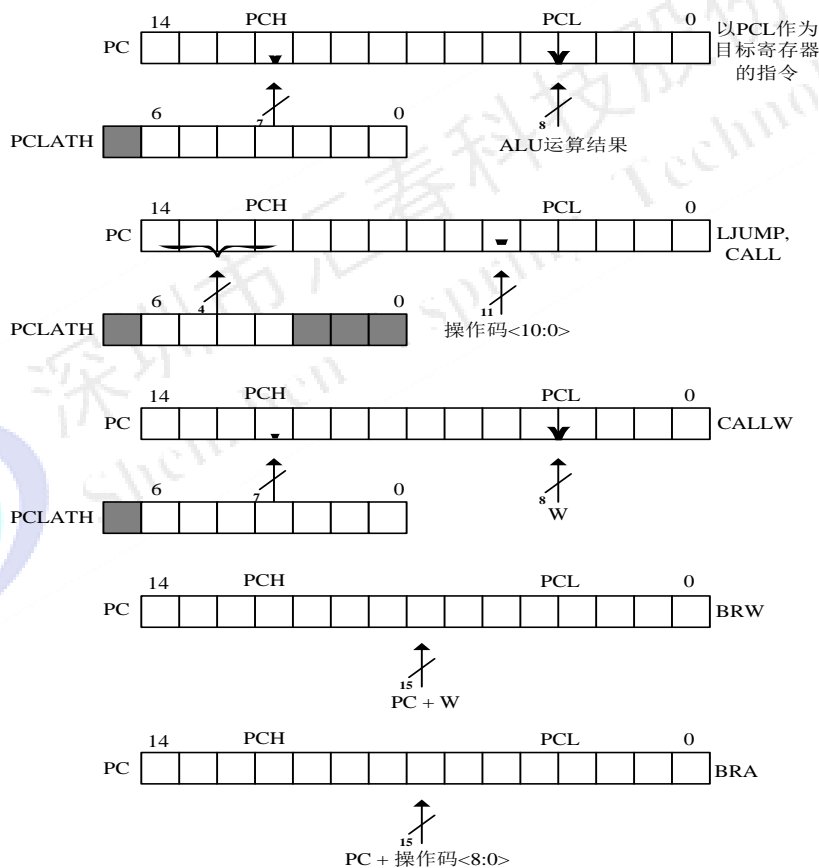

图3-3
程序计数器 (PC) 为 15 位宽。其低字节来自可读写的 PCL 寄存器, 高字节 (PC<14:8>) 来自 PCLATH, 不能直接读写。任何复位都将清零 PC。图 3-3 显示了装载 PC 值的 5 种情形